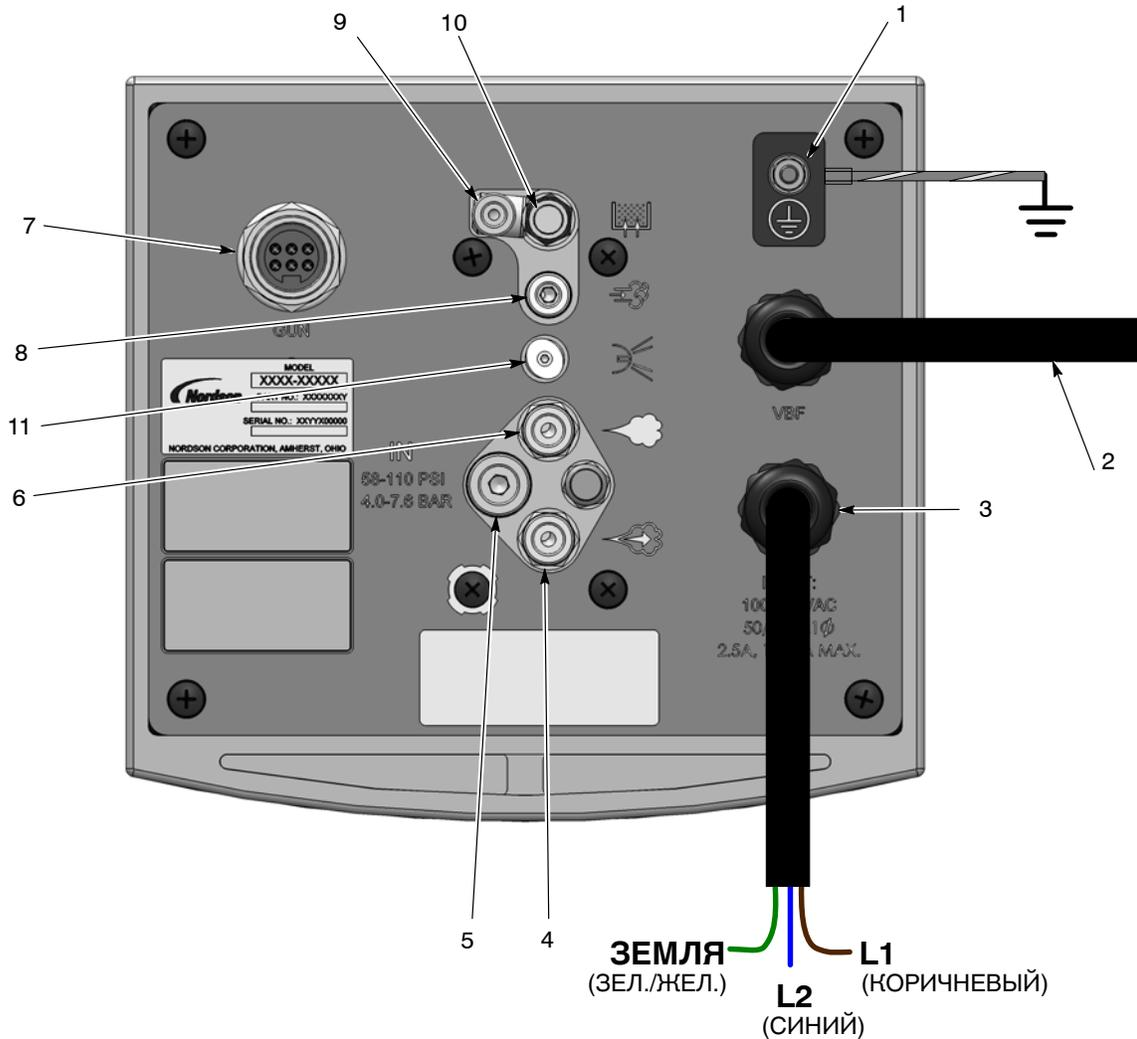
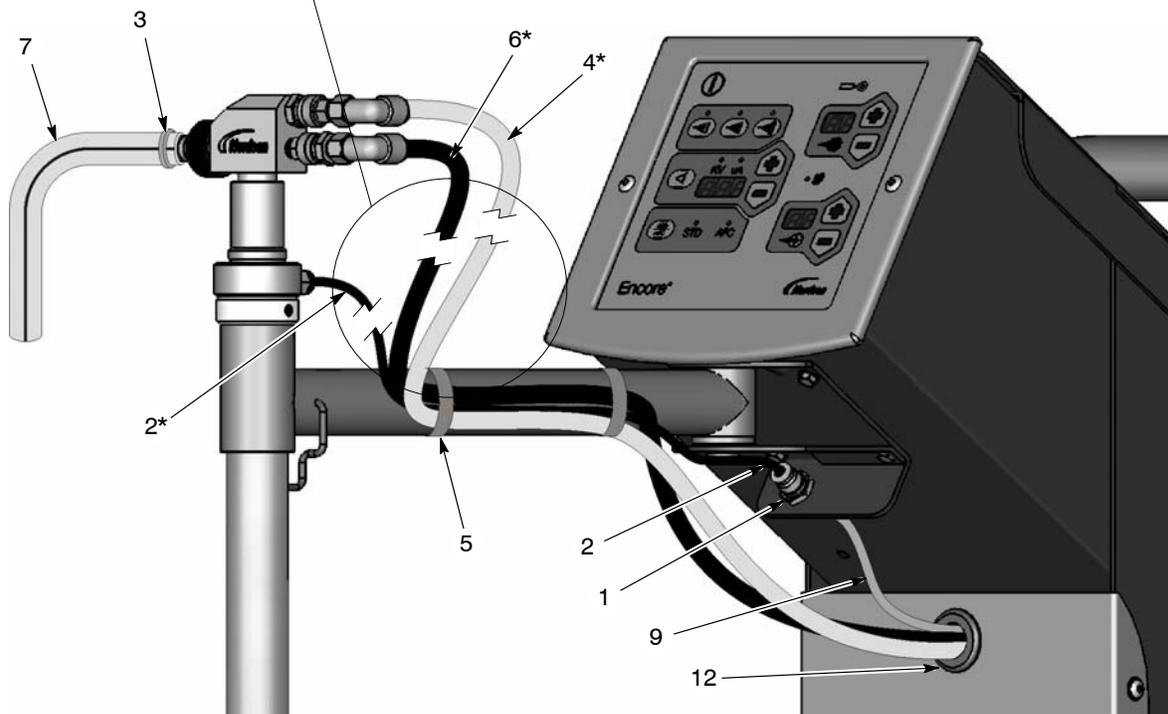
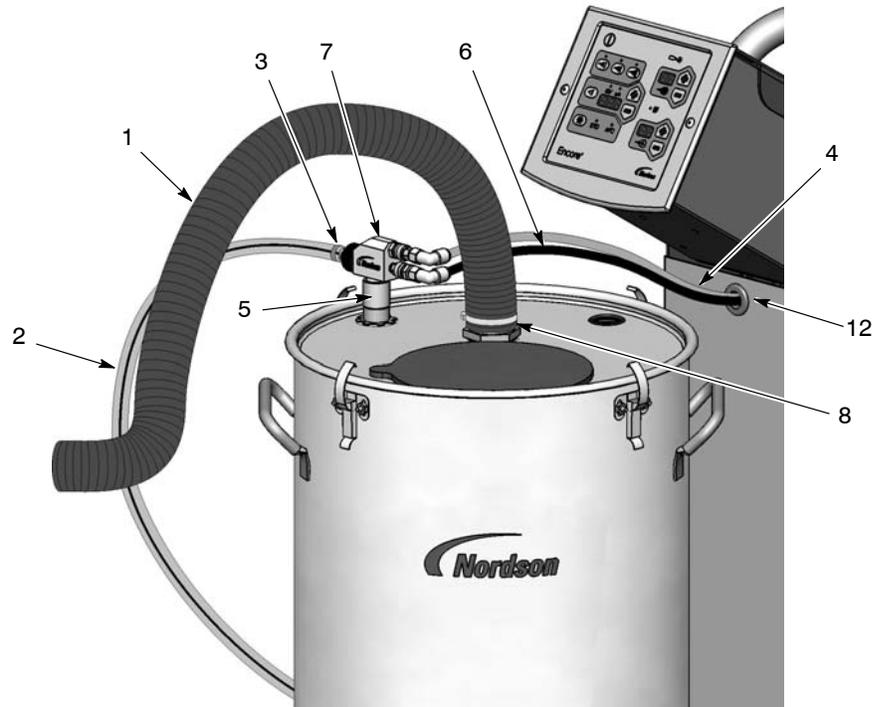

Рис. 3-4 Соединения блока управления распылителем Encore LT
Рис. 3-8 Монтаж всасывающей трубки и насоса распылителя Encore LT
Рис. 3-9 Передвижная система Encore LT с бункерным питателем – монтаж питателя и насоса
7. См. рис. 3-4. Вставить более короткие шланги в блок управления:
- Голубой 8-мм пневмошланг распыла (4)
- Черный 8-мм пневмошланг дозирования (6)
- Голубой 6-мм пневмошланг псевдооживления (9)
8. См. рис. 3-8. Пропустить пневмошланги (4, 6, 9) сквозь втулку в передней панели колонки тележки, как показано на рисунке.
- голубой 8-мм пневмошланг распыла (4) к верхнему ниппелю насоса
- черный 8-мм пневмошланг дозирования (6) к нижнему ниппелю насоса
- голубой 6-мм пневмошланг псевдооживления (9) к переходнику перегородки (1)
- черный 6-мм пневмошланг псевдооживления (2) к переходнику и всасывающей трубке
- порошковый шланг (7) к насосу – закрепить хомутом (3)
3. См. рис. 3-4. Вставить в блок управления следующие пневмошланги:
- Черный 8-мм пневмошланг дозировки (6)
4. См. рис. 3-9. Пропустить пневмошланг распыла (4) и пневмошланг дозировки (6) сквозь втулку (12) в передней панели колонки тележки.
5. Пропустить шланг псевдооживления (9) через колонку и выпустить с нижней стороны спереди.
7. Установить насос (7) на крепление (5) легким вращательным движением. Присоединить к насосу пневмошланги псевдооживления и распыла, как показано на рисунке.